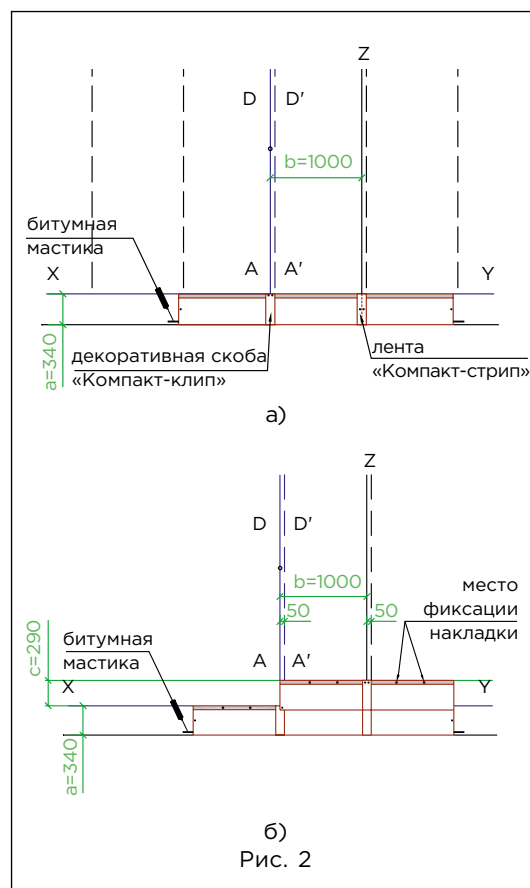

Рис. 2
Укладка материала (рис. 2)
- укладка черепицы начинается от линии AD, при этом ее верхний край выравнивается по линии XY (рис. 2а);
- листы первого ряда укладываются встык и фиксируются двумя гвоздями по центру коротких сторон на расстоянии 20 мм от края (рис. 2а);
- правая сторона скобы «Компакт-клип» выравнивается по линии A'D' и фиксируется двумя гвоздями через специальные отверстия (рис. 2а);
- листы второго ряда черепицы укладываются от линии AD, их нижний край выравнивается по линии, параллельной XY; каждый лист фиксируется двумя гвоздями в 25 мм от нижней стороны; стыки закрываются декоративными скобами «Компакт-клип», которые также фиксируются двумя гвоздями (рис. 2б);
Каждый лист закрепляется 5 гвоздями в штатных местах и 2 гвоздями для крепления «Компакт-клип», в соответствии с рекомендациями, приведенными выше (рис. 2б). При укладке материала на скатах с уклоном более 60° каждый лист дополнительно фиксируется двумя гвоздями в верхней части (рис. 2б). Ендовы, места соединения кровельного покрытия с медными фартуками, мансардными окнами и т.п. должны быть тщательно обработаны битумной мастикой (картриджи/металлические банки). При применении мастики в банках используется шпатель. Мастика наносится полосами шириной 20–30 мм и интервалом 15–20 мм. Толщина слоя — не более 0,5–1 мм. Увеличение расхода мастики не ведет к улучшению склеивания и может нанести вред склеиваемым поверхностям!